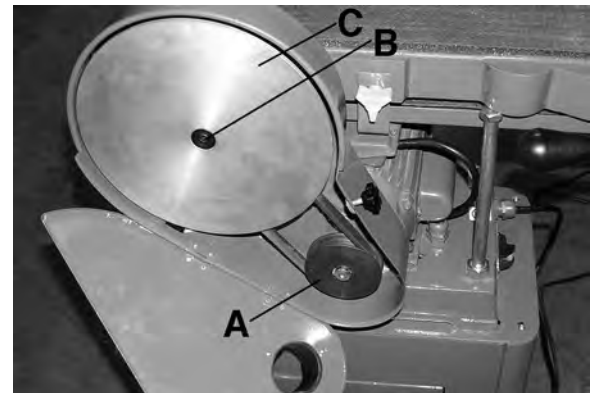

Figure 22
3. Dévissez et retirez le bouton de verrouillage et ouvrez le couvercle du disque de ponçage pour exposer la poulie d'entraînement du moteur (A) tel qu'illustré à la Fig.22.
6. Pour retirer complètement la courroie d'entraînement en V, le disque en aluminium doit être retiré. Retirez le disque de ponçage qui est installé au disque en aluminium. Ensuite dévissez et retirez le boulon à tête cylindrique (B) Fig.22 et retirez le disque en aluminium (C) de la tige de transmission du disque et de la courroie de ponçage.